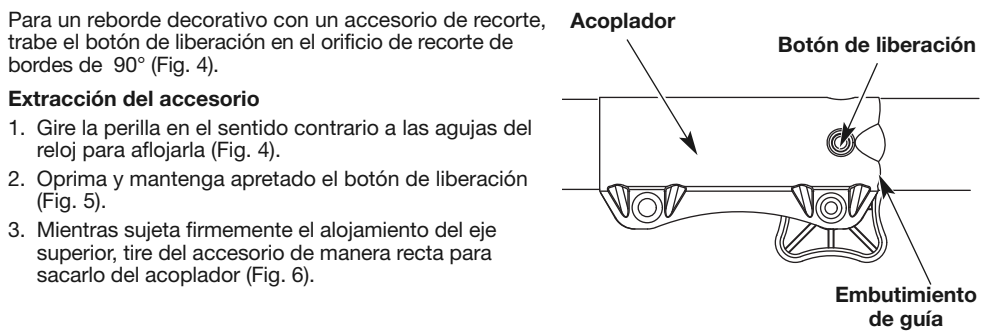

Fig. 5
NOTA: La alineación del botón de liberación con el embutimiento de guía ayudará en la instalación (Fig. 5).
- Oprima y mantenga apretado el botón de liberación (Fig. 5).